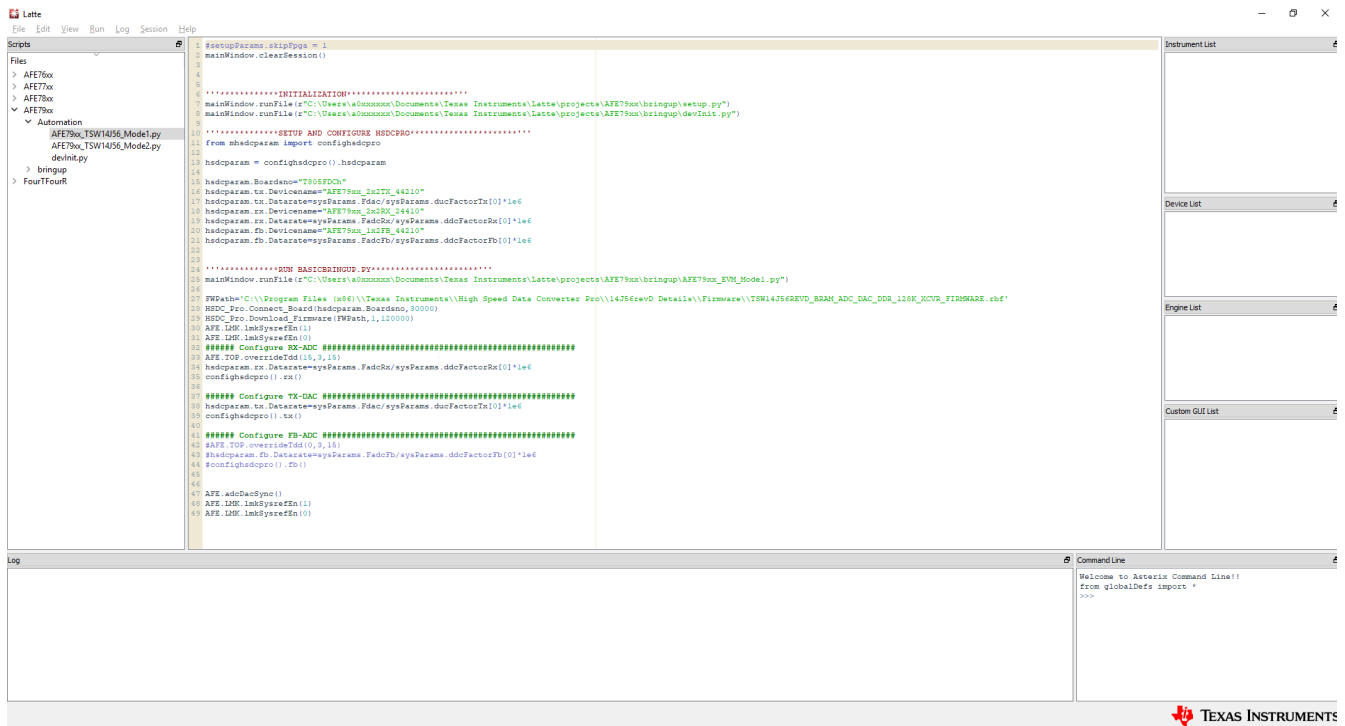

图 4-3. AFE79xx 模式 1 自动配置脚本
4. 在 Latte 左侧的 “Scripts” 窗口中，依次展开 “AFE79xx” -> “Automation” -> “AFE79xx_TSW14J56_Mode1.py”。图 4-3 显示了 Python 脚本：